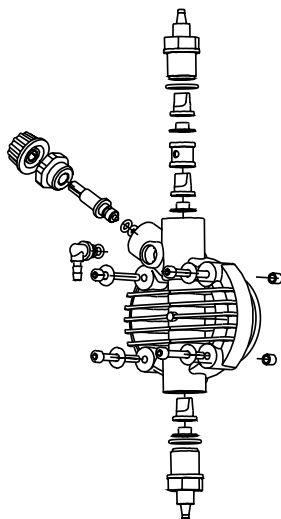

Fig. 10
3. Eliminare dal corpo pompa tutto il liquido presente, smontando e rimontando il corpo pompa utilizzando le quattro viti di fissaggio (Fig. 10).
2. Controllare almeno ogni 6 mesi il funzionamento della pompa, la tenuta delle viti e delle guarnizioni, per liquidi particolarmente aggressivi effettuare controlli anche più frequenti, controllare in particolare la concentrazione dell'additivo nell'impianto; una riduzione di tale concentrazione potrebbe essere determinata dalla usura delle valvole (che in tal caso vanno sostituite facendo attenzione nel rimontarle come in Fig. 10) o dall'intasamento del filtro che va pulito come al successivo punto 3.
Per effettuare questa operazione, se l'apparecchiatura non è fissata all'impianto si può farla pulsare per pochi secondi (15-30) tenendola capovolta e senza tubetti collegati ai raccordi, se ciò è impossibile smontare e rimontare il corpo pompa (Fig. 10), utilizzando le quattro viti di fissaggio.
Data la robustezza del sistema, guasti meccanici veri e propri non se ne verificano. Talvolta possono verificarsi perdite di liquido da qualche raccordo o ghiera fissatubo allentati, o più semplicemente dalla rottura del tubetto di mandata. Raramente eventuali perdite potrebbero essere determinate dalla rottura della membrana o dall’usura della guarnizione di tenuta della membrana stessa. Questi componenti in tal caso vanno sostituiti smontando le quattro viti del corpo pompa (Fig. 10), rimontando tali viti, serrarle in modo uniforme. Una volta eliminata la perdita, occorre pulire la pompa dosatrice da eventuali residui di additivo che ristagnando potrebbero aggredire chimicamente la cassa della pompa.
❶ - LA POMPA DOSATRICE DA IMPULSI MA NON IMMETTE ADDITIVO NELL’IMPIANTO
- a. Smontare le valvole di aspirazione e mandata, pulirle e rimontarle nella stessa posizione (Fig. 10). Nel caso in cui si riscontrasse un rigonfiamento di dette valvole, verificare sull’apposita tabella la compatibilità dell’additivo con il tipo di valvola montata sulla pompa (valvola standard in Viton; su richiesta valvole a sfera).